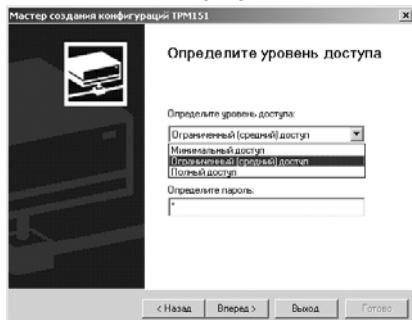

Рис. 20
**Если модификация успешно считана,** на экране сразу появится окно с приглашением выбрать уровень доступа (см. рис. 20).
Нажмите клавишу [Вперед>] – откроется окно с приглашением выбрать уровень доступа (рис. 20). Переходите к п. 4.